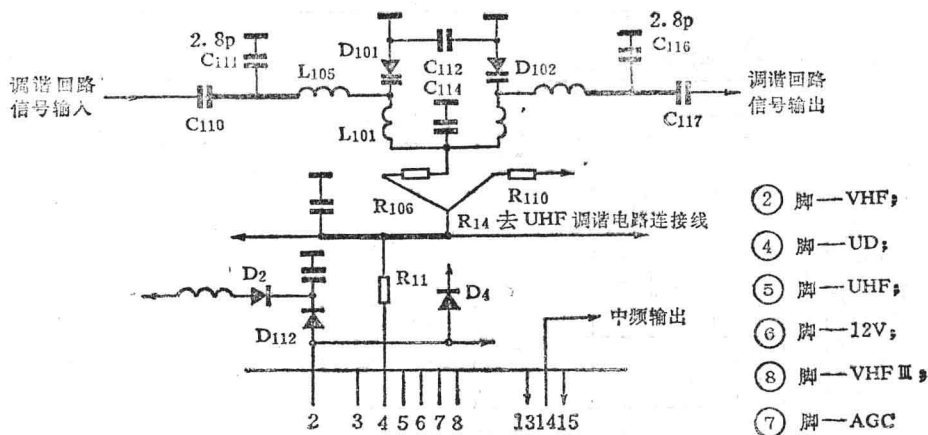

图 1-13
【分析检修】该机高频头的有关电路如图 1-13。检查步骤如下：
1. 首先检查一中放集成块 TDA 4440 的⑤脚（AGC 电压）和其他各脚电压是否正常。如果正常，故障就与高频头电路有关。
3. 揭开高频头二边的盖子，将高频头插回原座，电视机通电检查调谐电压。任意按下一个频道预选器，万用电表负笔接地，正笔测量高频头④脚上的调谐电压，并慢慢调微调，使电压由低到高变化。这时发现调谐电压最高只能达到 24V（正常应为 0 到 30V）。
4. 细心顺着④脚调谐电路逐条检查各条支路的情况。此种高频头为了修理方便，各支路都有过桥连接线。当断开去 UHF 调谐电路的过桥连接线 R14 时（见图 1-13），电压立刻上升到 30V。很明显 UHF 调
〔分析检修〕 参看前例图 1-13 的电路图, 修理步骤如下。